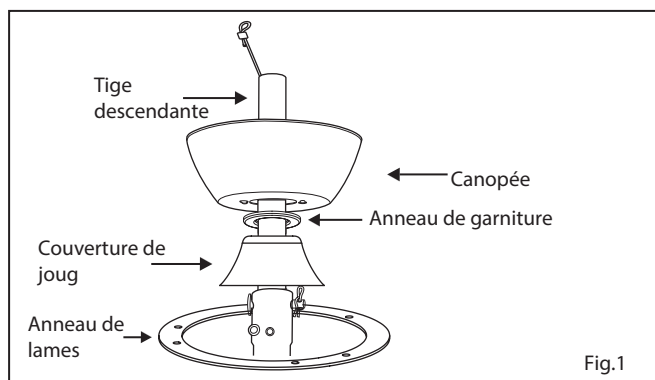

Fig.1
- 1 Remove ball from downrod by loosening set screw in the side of the ball. Slide ball down and remove ball pin; remove ball. (Fig. 1)
- 1 Insérez le récepteur dans le haut du boîtier du ventilateur. (Fig. 1) Pour de meilleures performances, assurez-vous que l'antenne noire, à l'extrémité du récepteur, reste déployée et ne s'emmêle avec aucun des fils électriques.
- 1 Sélectionnez un emplacement souhaité. Utilisez la plaque murale pour marquer l'emplacement des trous de montage. Des chevilles murales en plastique ou des vis de montage sont nécessaires pour cette application. (Fig. 1)